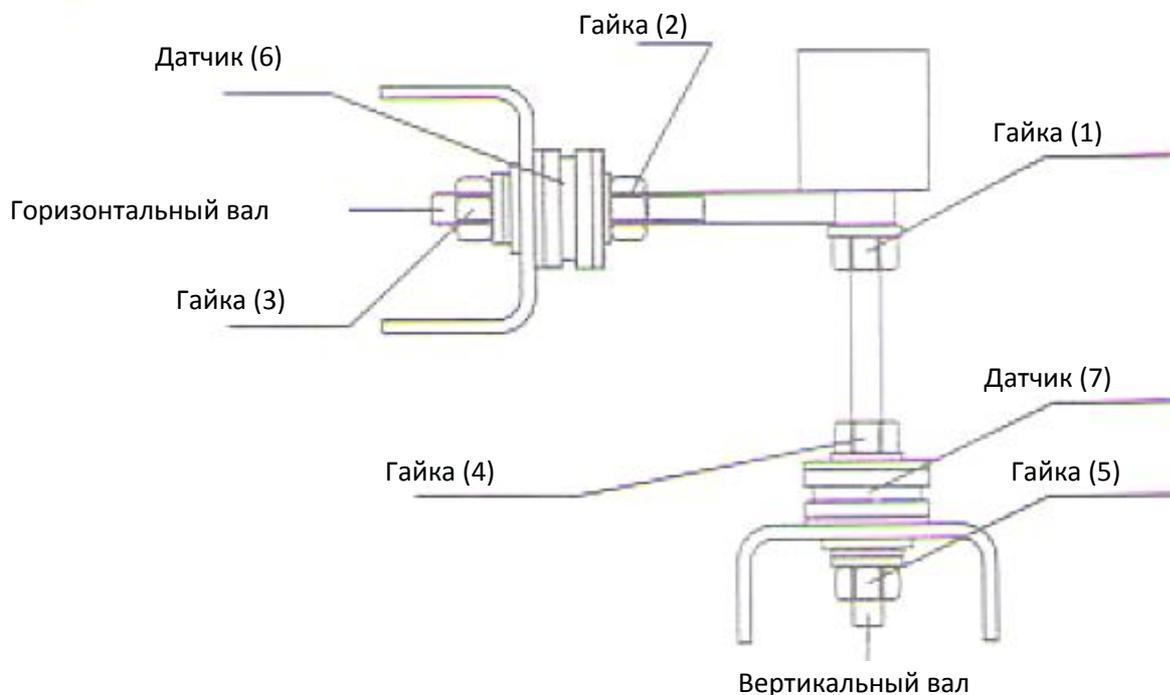

Рис. 13-1
4. Установить датчик с гайкой в соответствии с рис. 13-1 (следует обратить внимание на направление установки датчика).